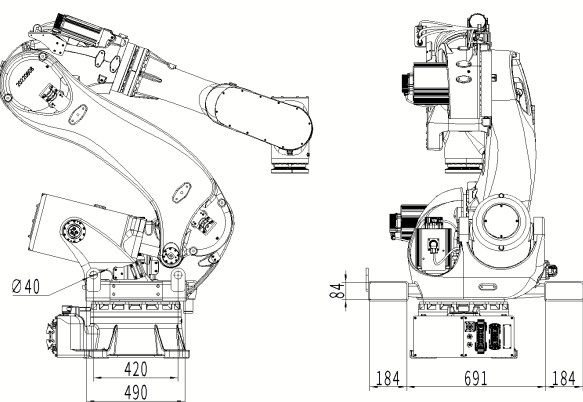

图 3.3.1
叉槽仅作为叉车搬运用的夹具，安装在机器人底座上。如下图所示叉槽夹具适用搬运尺寸，如图3.3.1所示。
- (1) 必须把机器人调整到搬运姿态（参考图3.3.1）。
- (2) 使用能够承受机器人重量的托盘。
- (3) 将机器人用M12螺栓固定在托盘中间。禁止在托盘边沿放置机器人。
- (4) 搬运时，必须缓慢平稳，防止机器人在搬运过程中晃动。